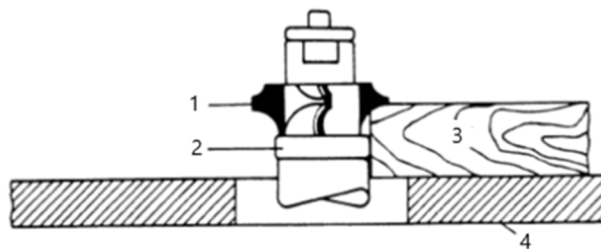

Figure 7
1. En utilisant le collier situé sous le cutter, figure 7, on peut observer à tout moment la progression de la coupe. L'inconvénient de cette méthode est que tout soulèvement accidentel de la pièce risque d'abîmer le bois et de ruiner la pièce.